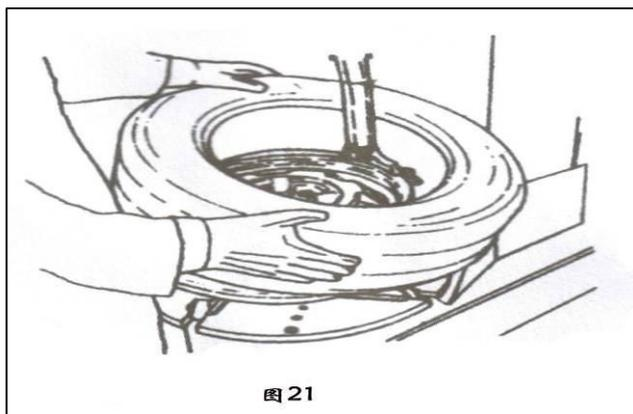

Рис. 21
3. Смажьте край смазочной или мыльной жидкостью. Откиньте шину на обод, держите переднюю часть вверх. Нажмите на шестиугольный вал для передвижения рычага для демонтажа, чтобы он соприкоснулся с ободом и стопором. Левый край над задней частью инструмента для демонтажа и правый край будут размещаться под передней частью инструмента для демонтажа (Рис. 21). Вращайте поворотный стол по часовой стрелке, чтобы направить нижний край в паз для отсоединения шины.